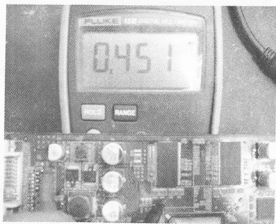

图 5-60 打值正常
(7) 更换一个显存颗粒后，打值正常，如图 5-60 所示。